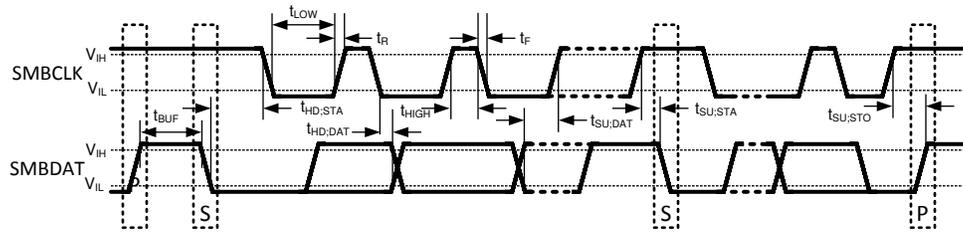

图 5-1. SMBus 通信
- (1) 绝对最大额定值表示超过之后可能对器件造成损坏的限值。运行额定值表示器件可正常工作的条件，但不保证特定性能限制。有关保证的规格和测试条件，请参阅“电气特性”。保证的规格仅适用于所列出的测试条件。当器件未在列出的测试条件下运行时，某些性能特性可能会降级。不建议在超出最大运行额定值的情况下运行器件。
- (2) 如果任何引脚处的输入电压 (V_I) 超过电源 (V_I < GND 或 V_I > V_{DD})，则该引脚处的电流不应超过 5mA。图 5-1 和表 5-1 显示了 LM95231 引脚的寄生元件和/或 ESD 保护电路。请注意，不要对引脚上的寄生二极管 D1 进行正向偏置：D1+、D2+、D1-、D2-。如果超过 50mV，可能会破坏温度测量结果。
- (3) 连接到具有 1 盎司金属箔的印刷电路板且无气流时的结至环境热阻：
- (4) 人体放电模型，通过 1.5kΩ 电阻进行 100pF 放电。机器放电模型，直接对每个引脚进行 200pF 放电。
- (5) 含铅 (Pb) 封装的回流温度曲线不同于不含铅的封装。